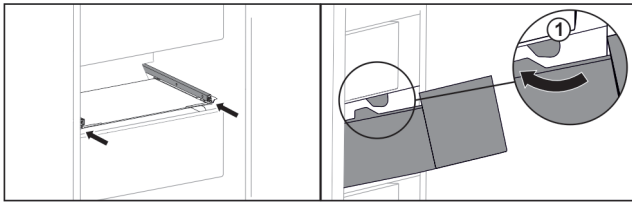

Fig. 149
- ▶ Guider le tiroir en contournant les butées Fig. 149 (1).